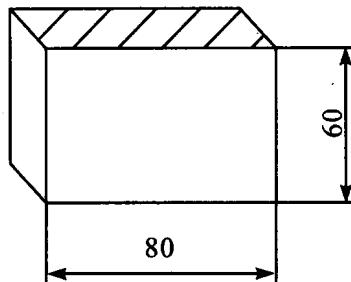

图 1-4 毛坯尺寸
- (1) 检查毛坯料情况(80×60),该毛坯接项目一中的六面体加工,作必要修整(如图 1-4 所示)。